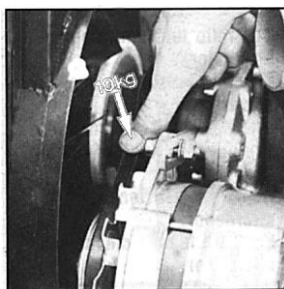

Рис.81.3
- проверьте прогиб ремня, который при приложении усилия 10 кгс на середине ветви ремня между шкивами коленчатого вала и генератора должен быть не более 10 мм (рис.81.3);